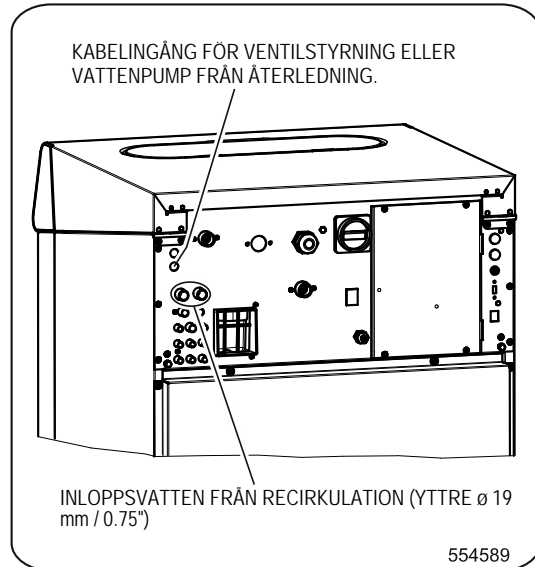

Fig. 20
- Borra av membran till vattenanslutning med med borrh \varnothing 15mm / 0.59" från återvinning, fig. 20.
- Installera kabelgenomföring i hål fig. 20, trä kabel igenom denna kabelgenomföring.